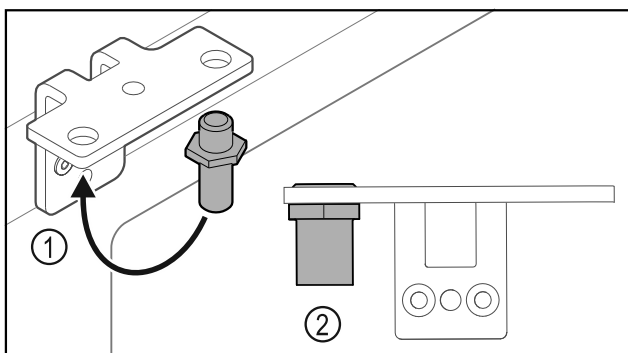

Fig. 30
- ▶ Flytta bulten Fig. 30 (1) i gångjärnsfästet.
- ▶ Dra åt bulten Fig. 30 (2) med ett vridmoment på 12 Nm.